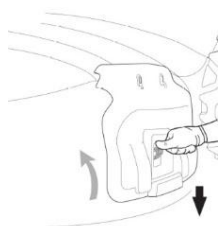

Fig. 8D
6.2.2. Poussez légèrement le levier de sécurité et ouvrez la protection d'éjection latérale, Insérez la goulotte d'éjection latérale; Fig. 8D/E/F